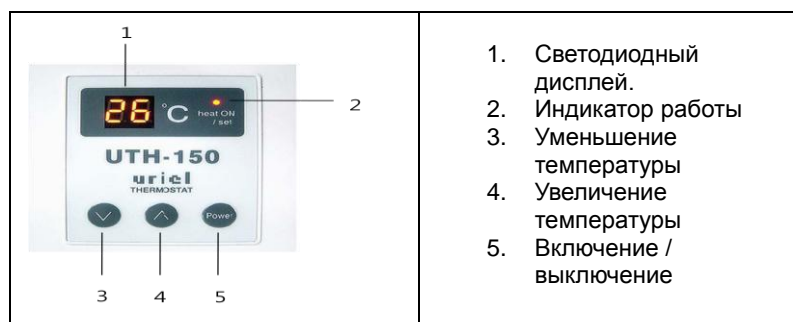

Рис. 1
1. Включите терморегулятор, используя кнопку 5 (см. рис.1). Индикатор покажет текущую температуру пола.